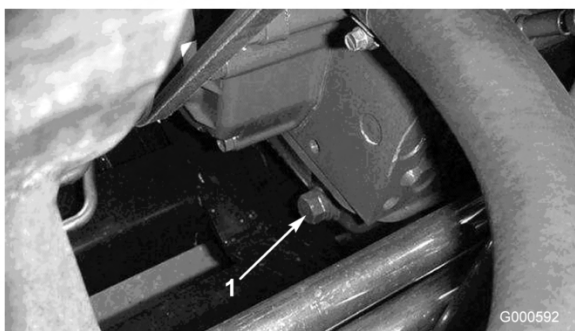

図 32
- ドレン・プラグ（図 32）を外してオイルを容器に受ける。オイルが抜けたらドレン・プラグを取り付ける。